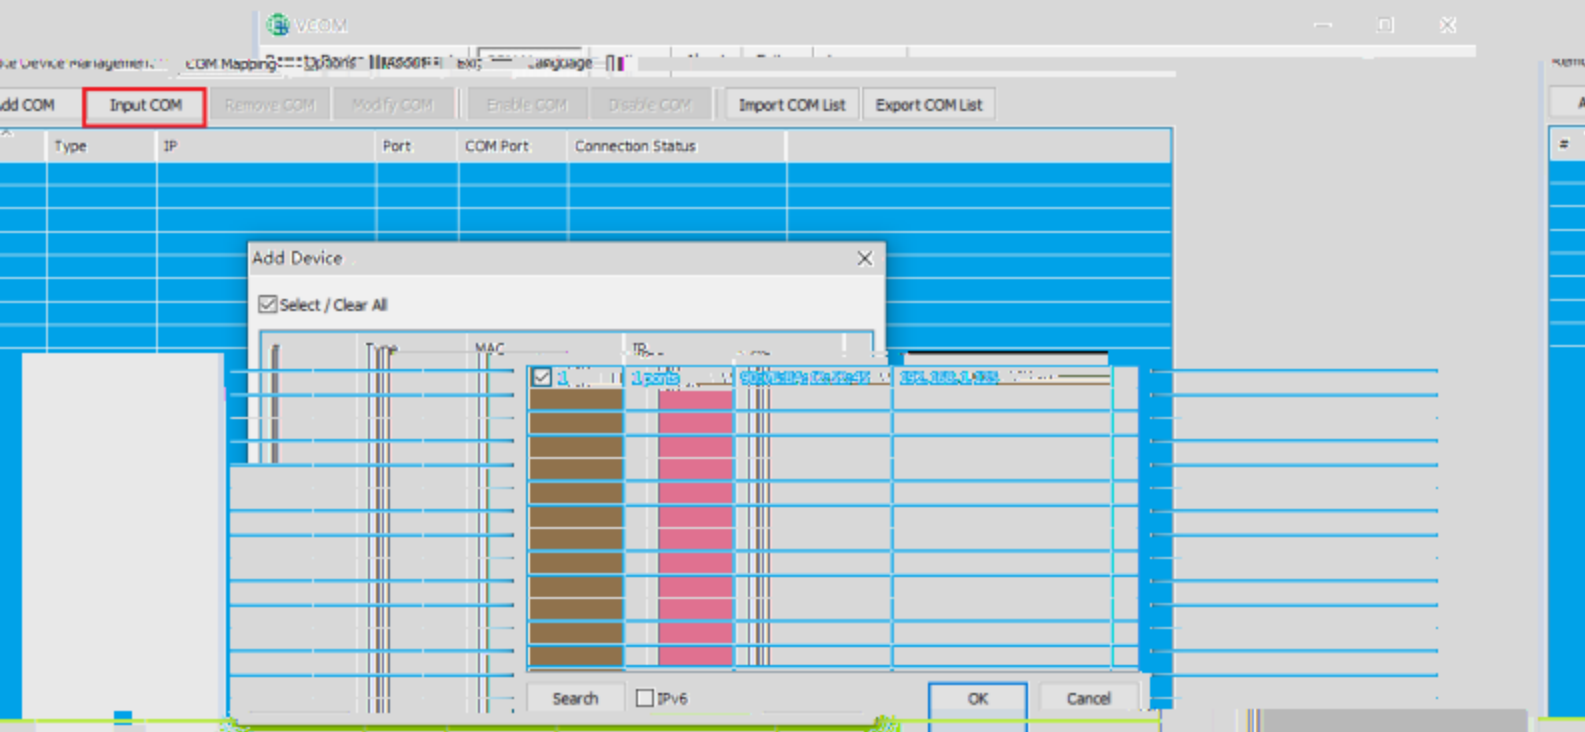

图 7
1、在软件“VCOM”中，选择通信端口映射—添加通讯端口，弹出“添加设备”窗口如下图 7